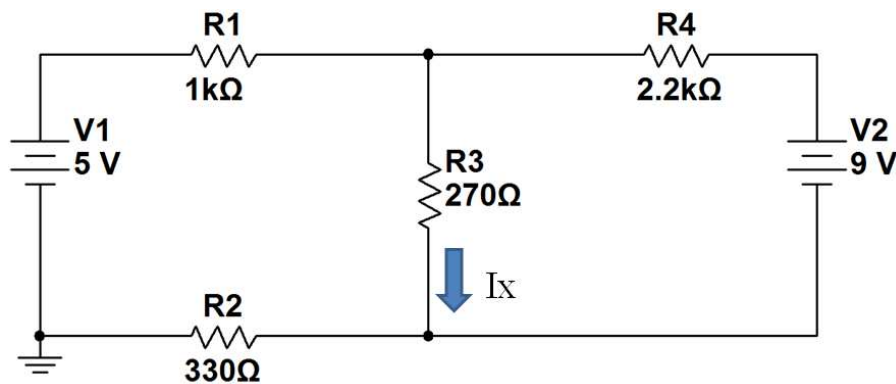

Figura 8: Circuito para resolver con Teorema de superposición.
1. Del circuito mostrado en la figura 8, calcule los datos faltantes, realizar los cálculos empleando el editor de ecuaciones de Word y agregarlos en la sección correspondiente.
3. Armar en el protoboard el circuito de la figura 8. Medir los parámetros solicitados y completar la tabla en la sección de Resultados.